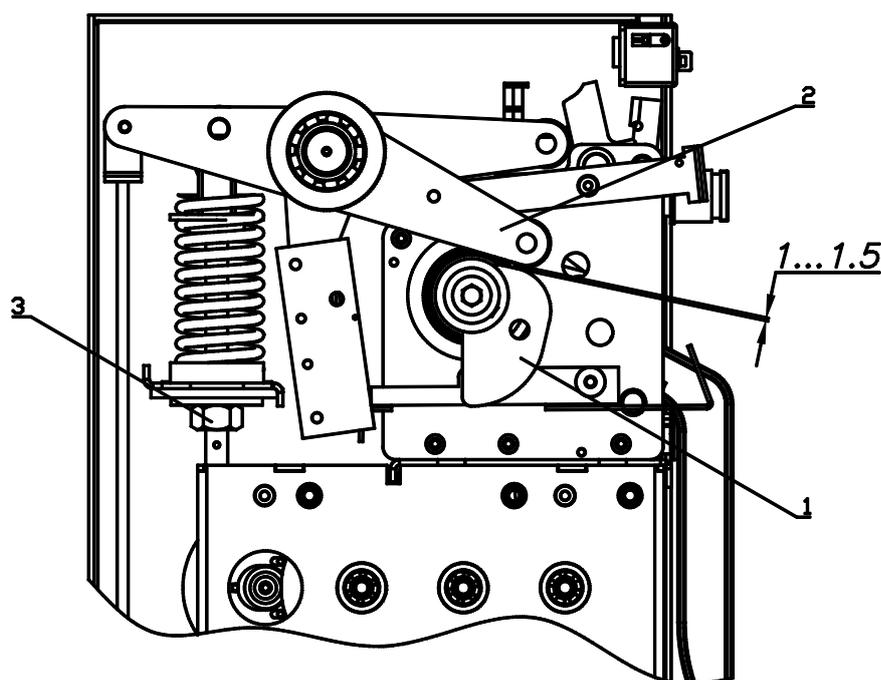

Рисунок 6.
9.4.1. Провести регулировку зазора 1-1.5 мм между кулачком узла заводки пружины 1 (рисунок 6) и роликом вала привода 2 выключателя при отключенном выключателе и положении привода "ГОТОВ". Для регулировки необходимо вращением гайки 3, фиксирующей тягу пружины отключения, установить требуемый зазор. После регулировки гайку зашплинтовать.